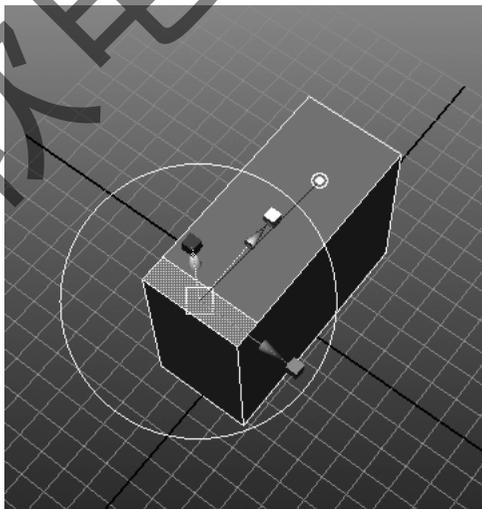

图 4-43 创建方体
Step 2: 进入面编辑状态, 选择顶面上新添加出的小面, 然后在菜单栏中依次选择 Edit Mesh→ Extrude 命令, 挤出面并使用操纵手柄缩放和移动面向上拉出一段距离, 并调整模型形状, 如图 4-43 所示。